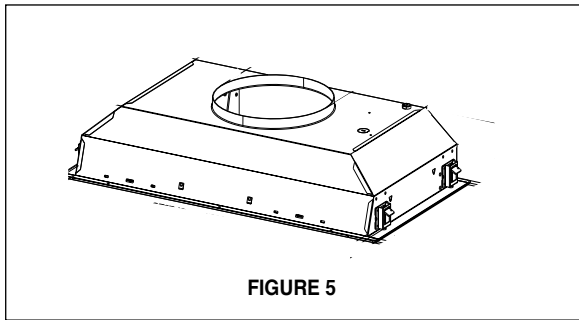

FIGURE 5
1. Retirer l'appareil de la boîte et le déposer (**FIGURE 5**) sur une surface plate pour l'assemblage. Couvrir la surface pour éviter tout dommage. Retirer toutes les pièces incluant les vis, le registre à clapet et le nécessaire de documentation avant de jeter la boîte.